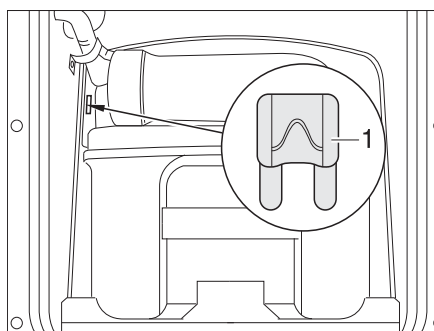

Fig. 98 Fusible del inodoro Thetford
- Cambiar el fusible (Fig. 98,1).